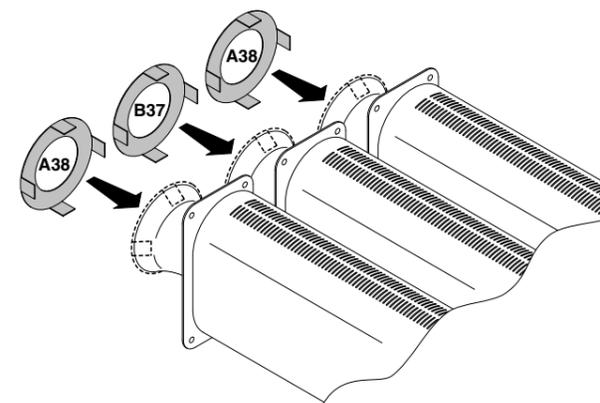

Fig. 17
6. Posizionare i 3 diaframmi sui venturi dei bruciatori andando a piegare le 4 linguette per bloccarli, come indicato nella fig. 17.